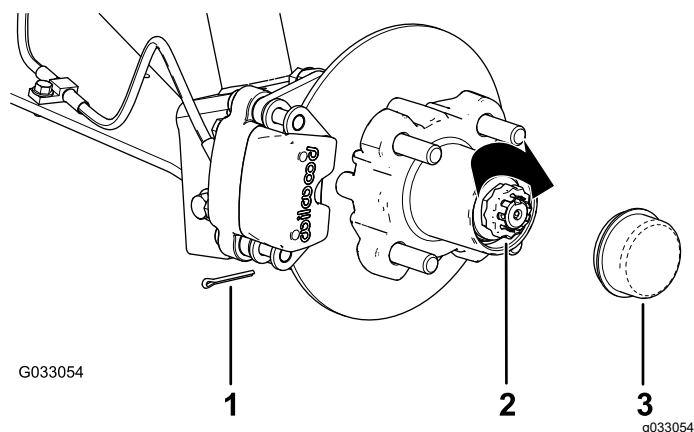

Рисунок 32
8. Установите держатель поверх гайки и проверьте совмещение паза в держателе с отверстием в оси под шплинт (Рисунок 32).
9. Установите шплинт и загните обе лапки вокруг держателя (Рисунок 32).
10. Установите пылезащитную крышку на ступицу (Рисунок 32).